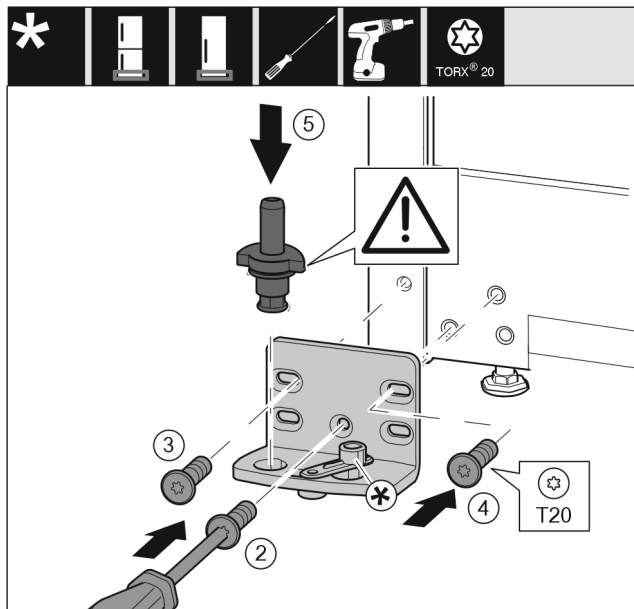

Fig. 21 *
- Postavite podložak ležaja na drugu stranu i pritegnite ga odvijačem. Započnite s vijkom Fig. 21 (2) dolje u sredini.*
- Pritegnite vijak Fig. 21 (3) i vijak Fig. 21 (4).*
- Potpuno umetnite podložak ležaja Fig. 21 (5). Pritom se pobrinite za to da je uskočna izbočina okrenuto prema natrag.*
- Postavite podložak ležaja na drugu stranu i pritegnite ga odvijačem. Započnite s vijkom (2) dolje u sredini.*
- Pritegnite vijak (3) i vijak (4).*
- Potpuno umetnite podložak ležaja (5). Pritom se pobrinite za to da je uskočna izbočina okrenuto prema natrag.*